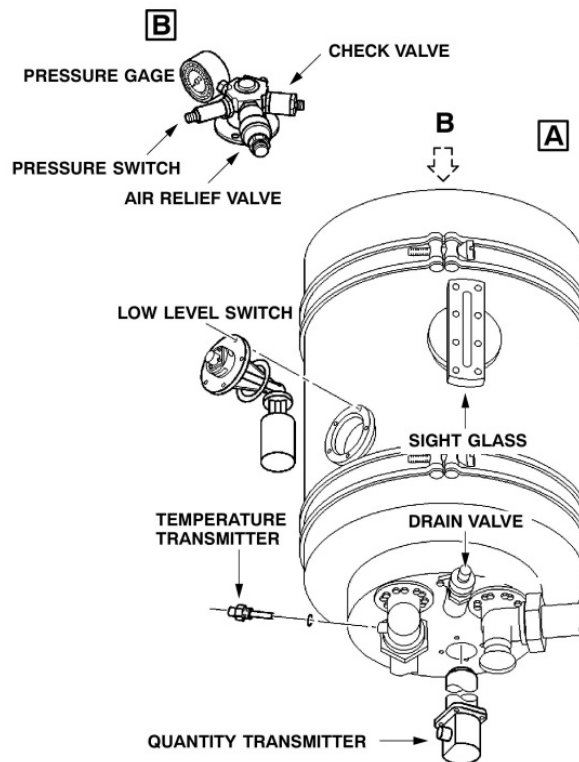

Рис. 1.2. Резервуар (гидробак).
1). Резервуар (рис.1.2.) для подачи гидравлической жидкости к насосу и для сбора жидкости из обратной линии. Гидравлическая жидкость не может переходить из одной системы в другую.